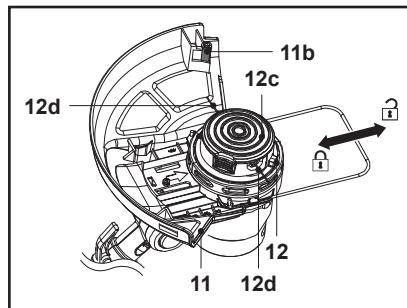

Fig. 21
1. Retourner la tête de coupe-bordures (12).
2. Appuyer sur le bouton-poussoir de déverrouillage (12g) tout en tirant sur les fils de coupe (12d). La bobine de coupe-bordures (12c) libère les fils de coupe (Fig. 21).